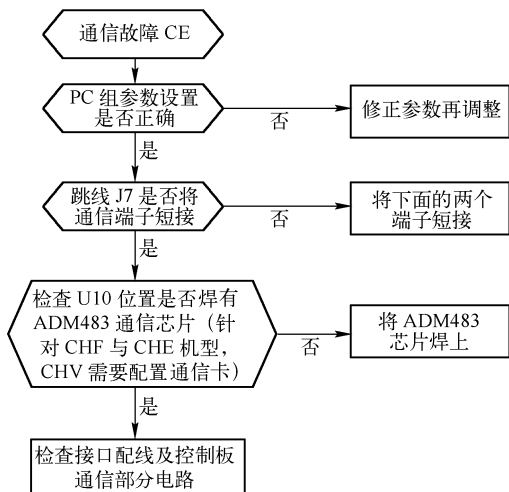

图 8-26 通信故障 CE 诊断流程
(1) 检查 PC 组参数设置是否正确, 对不正确的参数进行修正。
(2) 检查控制板上 J7 跳线是否短接在通信功能上, 若不是应短接在通信功能上。
(3) 对于 CHF 和 CHE 机型, 检查控制板上 U10 是否焊有 ADM483 通信芯片, 若没有应将 ADM483 芯片焊上。
(4) 检查通信接口配线及控制板通信部分电路有无异常, 若有, 应更换损坏或不良器件。通信故障 CE 诊断流程如图 8-26 所示。